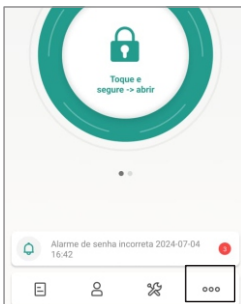

Figura 17
2. Esteja próximo da fechadura e com seu smartphone conectado ao bluetooth da mesma. Na tela inicial do aplicativo, localize e clique na opção "Configurações" no canto inferior direito (figura 17).
2. Esteja próximo a fechadura e com seu smartphone conectado ao bluetooth. Na tela inicial do aplicativo da fechadura, localize e clique na opção **"Configurações"** no canto inferior direito (figura 17).